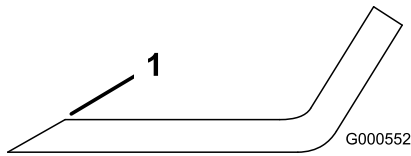
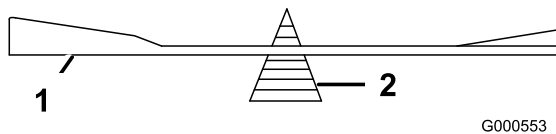

Figura 50
Figura 51
1. Utilice una lima para afilar el filo de corte en ambos extremos de la cuchilla (Figura 50). Mantenga el ángulo original. La cuchilla permanece equilibrada si se retira la misma cantidad de material de ambos bordes de corte.
2. Verifique el equilibrio de la cuchilla colocándola sobre un equilibrador de cuchillas (Figura 51). Si la cuchilla se mantiene horizontal, está equilibrada y puede utilizarse. Si la cuchilla no está equilibrada, rebaje algo el metal en la parte de la vela solamente (Figura 50). Repita este procedimiento hasta que la cuchilla esté equilibrada.